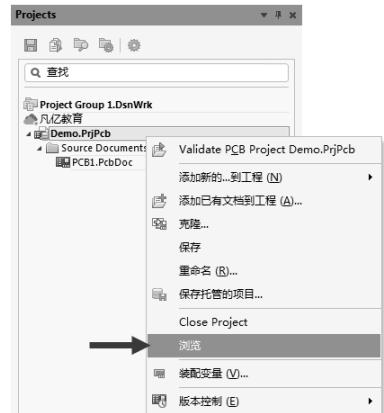

图 3-6 工程文件的路径查找定位
(2) 有时候在打开的工程文件中，需要查找工程文件在电脑中存放的位置，可以在工程文件上单击鼠标右键，执行右键下拉菜单中的“浏览”命令，如图 3-6 所示，直接打开存放路径。这种方法可以加快定位，方便管理文件。